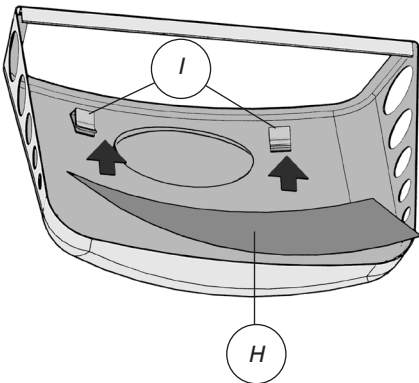

Fig. 5
8. Inserire la carta collante **(H)** nel suo alloggio, nella parte interna del coperchio: rimuovere la pellicola protettiva e posizionare la carta centralmente, agganciandola con le pinzette di fissaggio **(I)** (fig. 5).
8. Place the sticking paper **(H)** into position; remove the protective film from the paper, and place it centrally on the cover and slide it into the fixing grippers **(I)** (fig. 5).